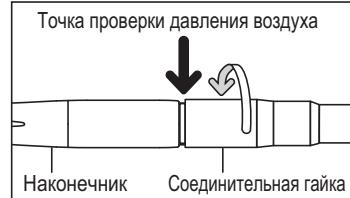
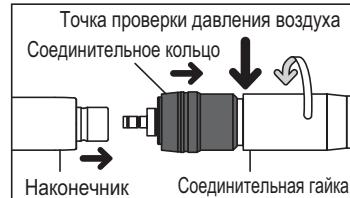

Рис. 1
Рис. 2
- 2) Затяните соединительную гайку (Рис.1).
Оттяните кольцевой зажим в обратную сторону, как показано на Рис.2.
Установите воздушное давление в точке проверки воздушного давления. См. Рис.1 и Рис.2.